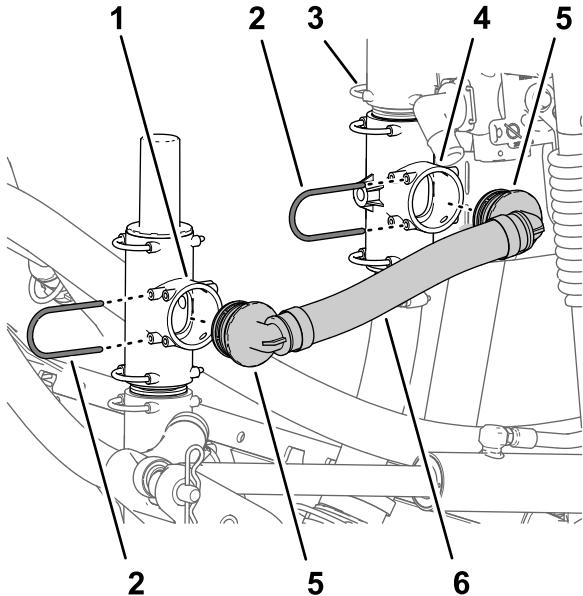

Figura 9
1. Alinee el acoplamiento de 90° de la manguera de alivio de presión con el orificio abierto del acoplamiento en T superior (situado debajo de la válvula de alivio de presión), e inserte el acoplamiento de 90° hasta que quede bien asentado (Figura 9).
2. Sujete el acoplamiento en T de 90° con la horquilla de retención (Figura 9) que retiró en el paso 2 de Retirada de las mangueras (página 5).
3. Alinee el otro acoplamiento de 90° de la manguera de alivio de presión con el orificio abierto del acoplamiento en T inferior (sujeto al panel de montaje de las válvulas) e introduzca el acoplamiento de 90° hasta que quede bien asentado (Figura 9).
4. Sujete el acoplamiento de 90° al acoplamiento en T superior con la horquilla de retención (Figura 9) que retiró en el paso 2 de Retirada de las mangueras (página 5).
4. Sujete el acoplamiento dentado recto a la válvula del eyector (Figura 9) con una horquilla de retención.